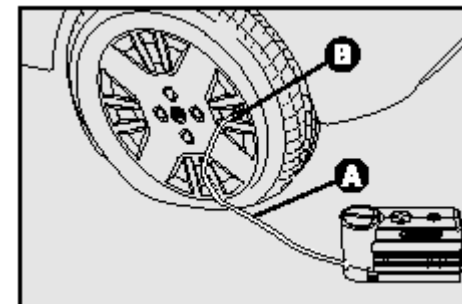

рис. 16
- Включить стояночный тормоз, отвинтить колпачок вентиля, вынуть заливную трубу А - рис. 16 и наденьте заливную трубу на вентиль В.